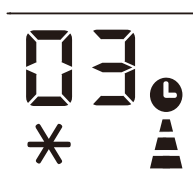

Abb. 3
- Drücken Sie die Taste ⌚ Der Bildschirm zeigt 1-24 Stunden an, und die Symbol ✱ symbol △ symbol und ⌚ blinken gemeinsam. (Abb. 3)